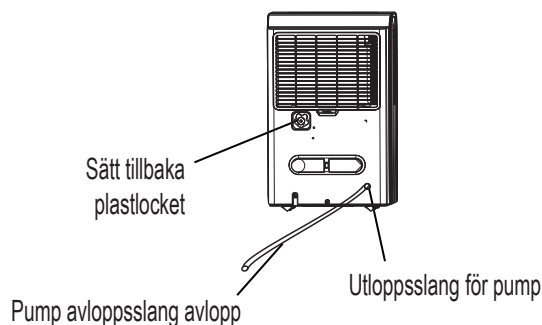

Fig. 11
- Ta bort den kontinuerliga dräneringsslangen från enheten och sätt på platslocket på enhetens uttag för kontinuerlig dränering, genom att vrida medurs. (Se Fig.11.)
- Sätt tillbaka pumpens avloppsslang i pumpens avloppsslanguttag med minst 15 mm djup (se Fig. 11), led sedan vattenslangen till golvvavloppet eller en lämplig dräneringsanläggning.